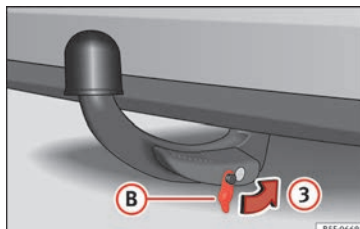

Bild 228 Placera skyddet över låset.
- Ta ut nyckeln i pilens riktning ②.
- Placera skyddet ③ i låset i pilens riktning ③ » bild 228 » ①.